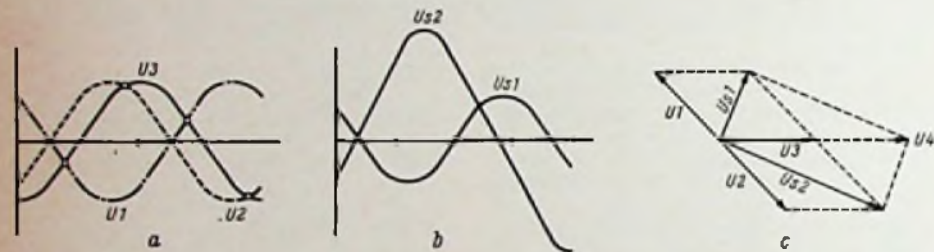

Bild 8. Verlauf der Teilspannungen und Summenspannungen sowie Vektordiagramm bei Frequenzabweichung nach oben
Bild 8. (II): Philco-Empfänger „The Century“ mit UKW, MW, LW. Getrennte AM/FM-Abstimmung, Ferritantenne, Gehäusedipol für UKW, störstrahlungsicherer UKW-Oszillator (Preis etwa 320 DM)